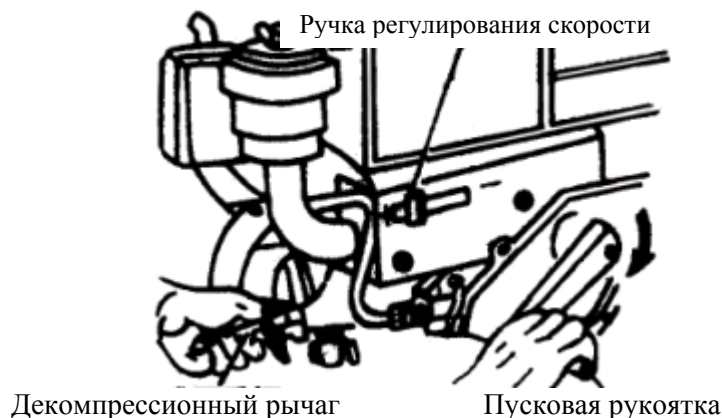

Рис. 11 Запуск двигателя при помощи ручной пусковой рукоятки
1. Запуск производится пусковой рукояткой, как показано на рис. 11.